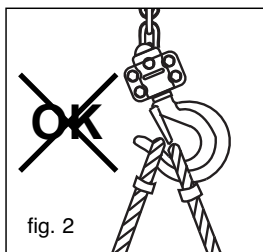

fig. 2
1. Verificar se a talha bravo™ está correctamente suspensa no gancho de suspensão (item 5, fig. 1) e se o linguete de segurança do gancho (item 6, fig. 1) está bem fechado (ver fig. 2 e 3).
no fundo do gancho e não impede o fecho do linguete de segurança (ver fig. 2 e 3).